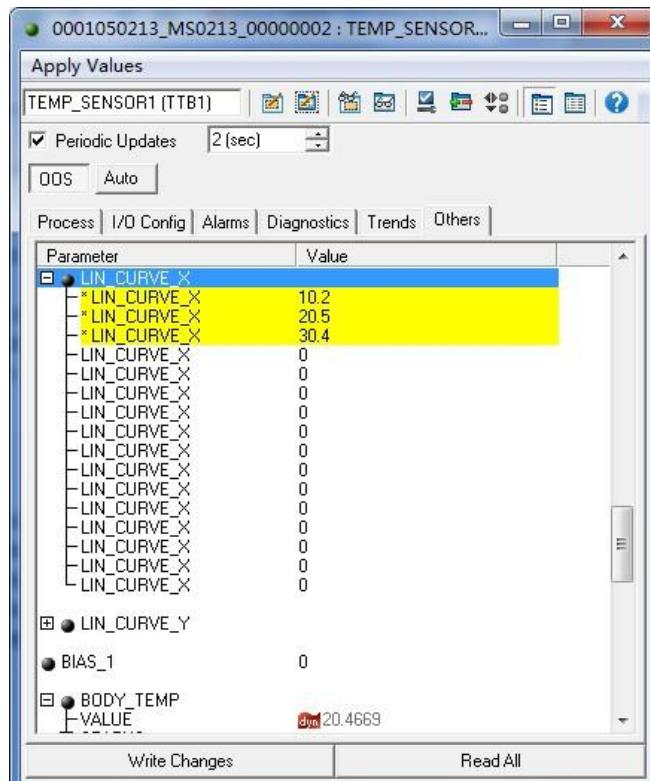

图 3.5 参数 CAL_POINT_X 的配置
- 2) 通过标准源输入标准信号，并在组态软件上打开相应的变换块，分别读取参数 PRIMARY_VALUE 的值，将该值写入 CAL_POINT_X 数组。例如将读到的 10.2, 20.5, 30.4 分别写在 CAL_POINT_X 数组里，如图 3.5 所示。到此校准工作结束。